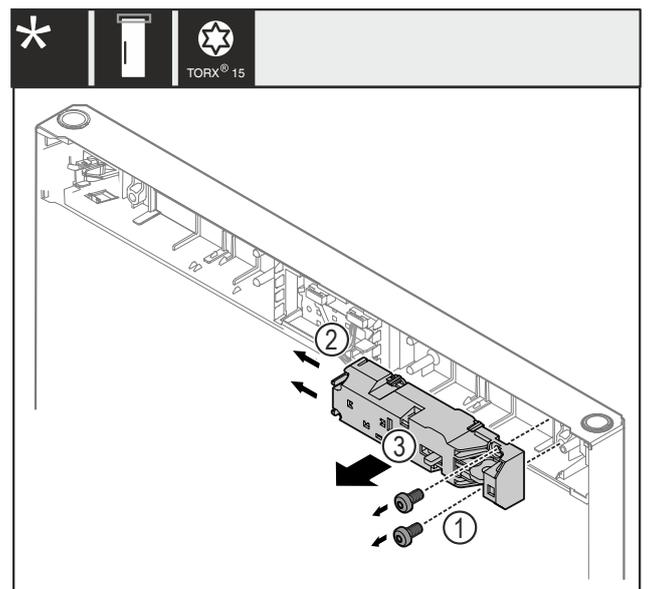

Fig. 20
- Schrauben Fig. 20 (1) entfernen.
- Rastnasen Fig. 20 (2) zur Seite drücken und Fernschloss Fig. 20 (3) abnehmen.